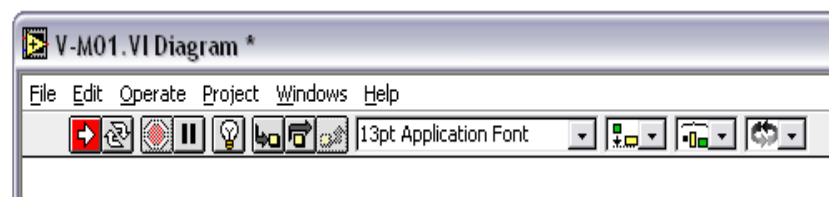

Рисунок 3.18 - Запуск созданного приложения
14. Запустить созданное приложение (рисунок 3.16) щелчком по кнопке запуска (рисунок 3.18). Выдается величина числа Маха на индикатор.